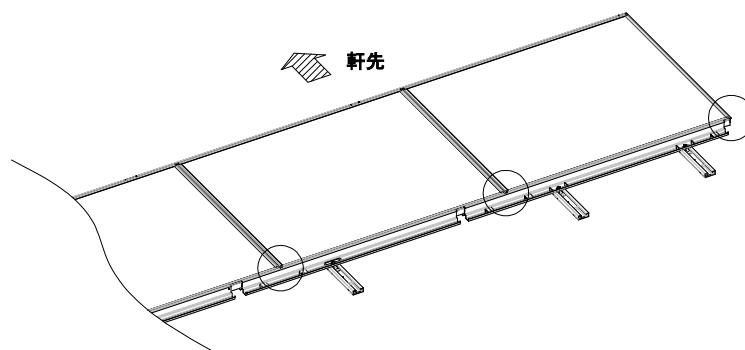

図 3-8. YSⅢ工法 モジュール固定手順
※複数列にまたがる横棧を施工する場合は、モジュール端部（図 3-8 の○指示部）付近で、②の作業をしてください。隣り合うモジュール同士の高さが合っている状態で横棧の爪をはめ込んでください。